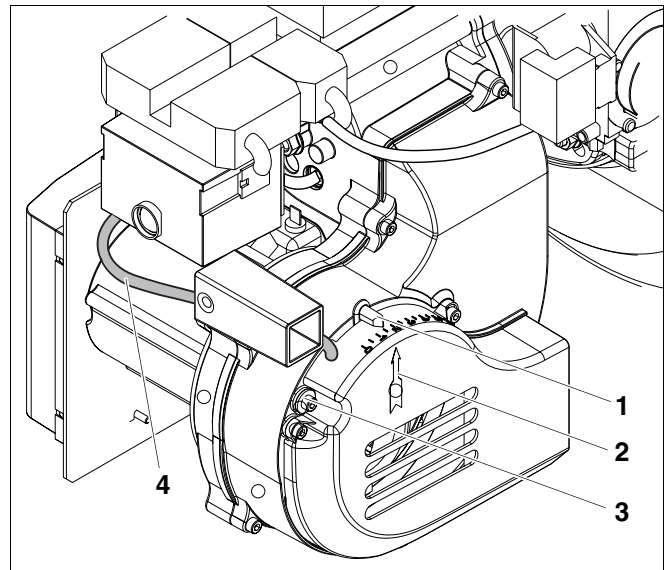

Fig. 24 Contrôle de la position de l'orifice d'aspiration d'air
- Vérifiez le réglage de l'orifice d'aspiration d'air (fig. 24, **pos. 1**) ; celui-ci doit être sur 1,5. La flèche (fig. 24, **pos. 2**) indique la position correcte.
- Veillez à ce que la vis (fig. 24, **pos. 3**) de fixation de l'orifice d'aspiration d'air (fig. 24, **pos. 1**) soit bien serrée ; sinon, le réglage de l'orifice risque d'être décalé.
- Si l'orifice d'aspiration n'est pas sur 1,5, desserrez la vis (fig. 24, **pos. 3**) et réglez l'orifice sur la valeur 1,5.
- Serrez la vis (fig. 24, **pos. 3**).
- Branchez le flexible d'impulsion du couvercle de la turbine du ventilateur (fig. 24, **pos. 4**) sur la borne moins du pressostat d'air.